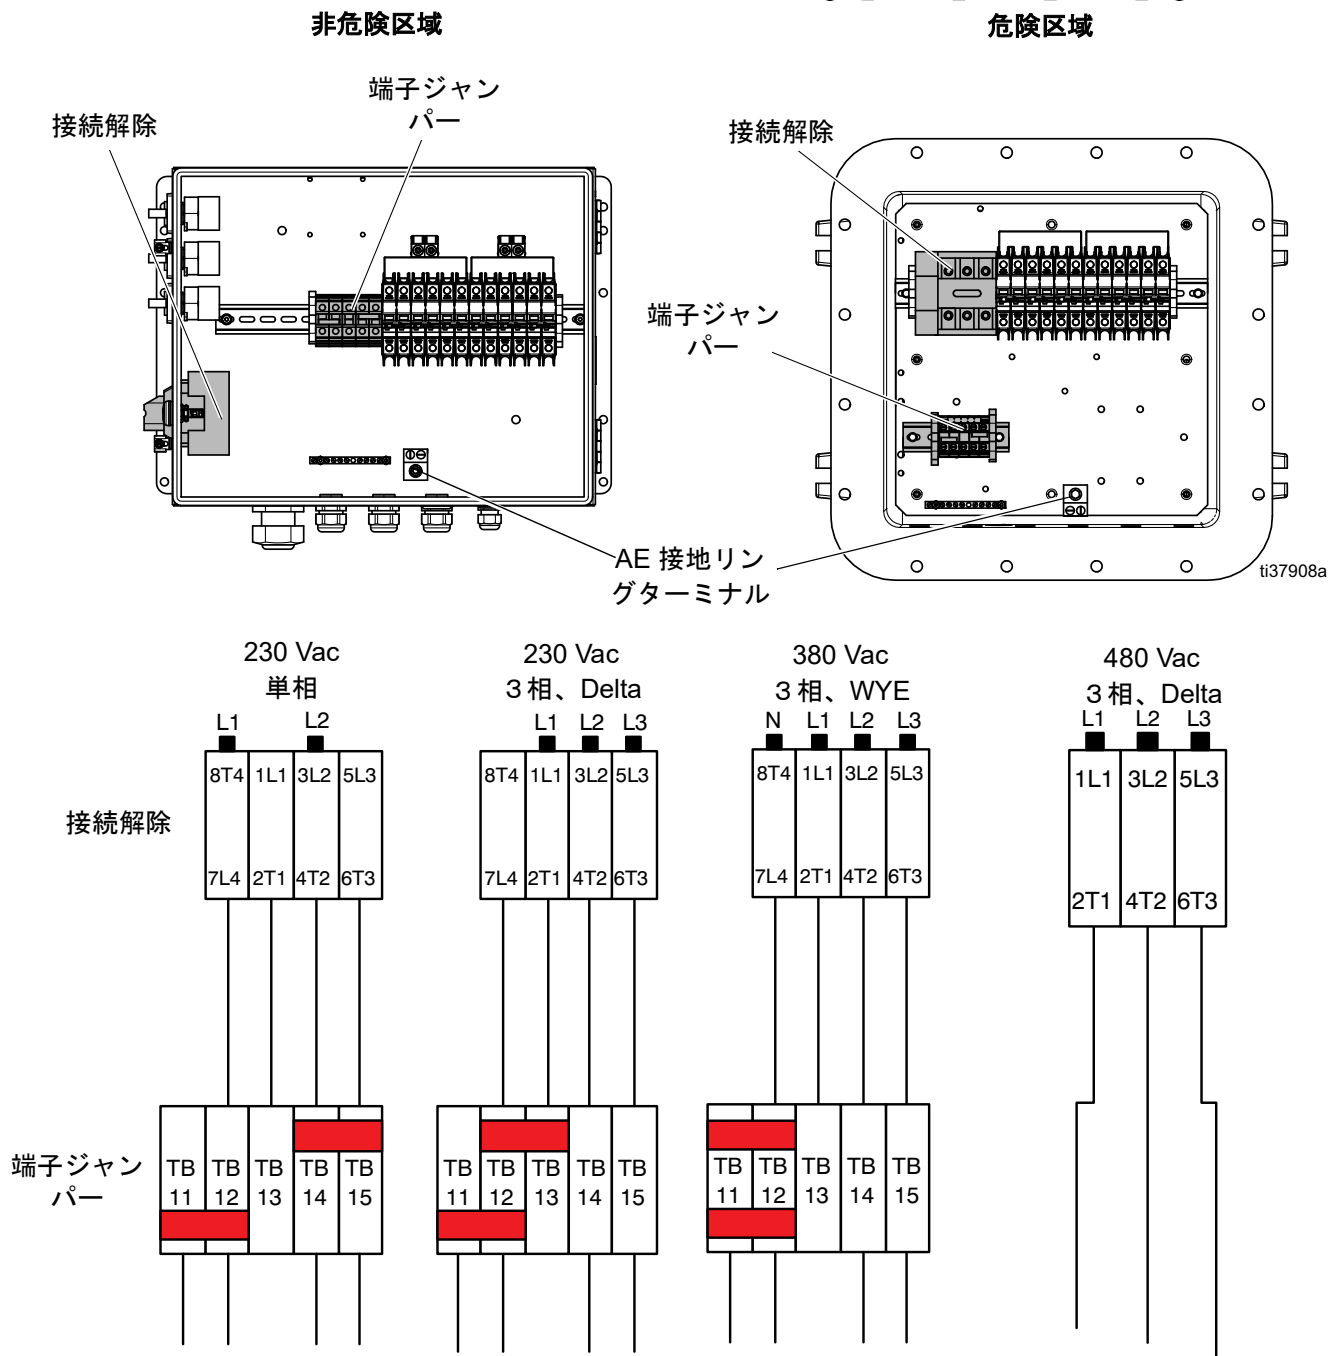

図 7: XM 配線図
1. 主電源スイッチ (BB) をオフにします。
3. **非危険区域のみ:** 電気エンクロージャ (BA) のストレーンリリーフ (BH) を通して電源ケーブルを配線します。
**危険区域のみ:** 電源コードの主電源エントリーポイント (BG) 電気エンクロージャ (BA) 経由の配線については地域の規制および規則に従います。
4. 接地ワイヤを接地端子 (GT) に接続します。図 7、29 ページを参照してください。
5. 図 7、29 ページのように電源コードを接続されていない箇所に接続します。導体を 55 in-lb (6.2 N•m) で締め付けます。すべての接続部分を、適切に固定されているか確認するため、そっと引っ張ります。
6. **非危険区域のみ:** ストレインリリーフ (BH) を締めます。
7. 供給された端子ジャンパーを 図 7、ページ 29 で示されている箇所に取り付けます。
8. すべての品目が 図 7、ページ 29 の通りに適切に接続されていることを確認してから、ジャンクションボックスのドアを閉めます。